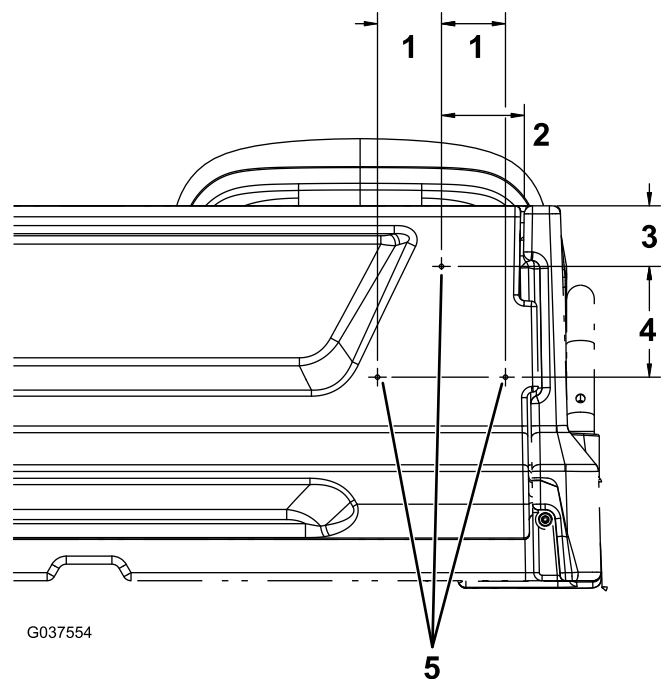

Figura 14
1. No lado direito da porta traseira, meça 95 a partir da extremidade direita e 70 mm da parte superior da porta traseira e marque o local (Figura 14).
2. Meça 128 mm para baixo do furo marcado no passo 1 e 74 mm para a direita e esquerda e marque estes dois locais (Figura 14).
3. Faça um furo de 5 mm em cada local dos três marcados (Figura 14).